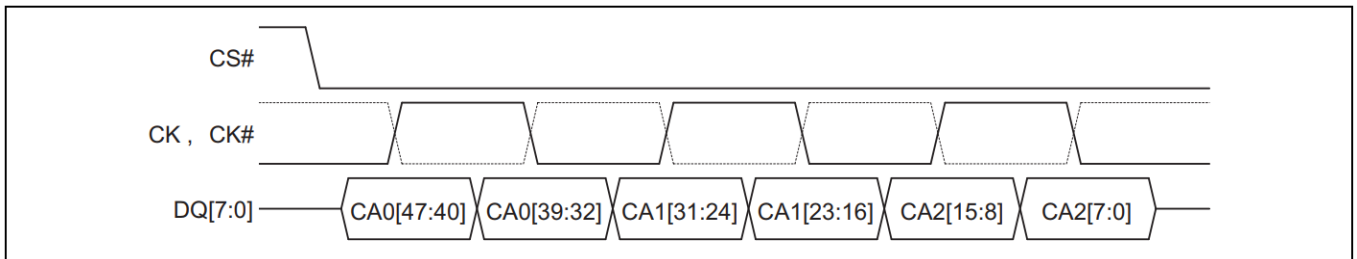

图 6 指令-地址 (CA) 序列[3-7]
3. 图 6 显示 HYPERBUS™ 扩展 I/O 上所有传输的前三个时钟周期。